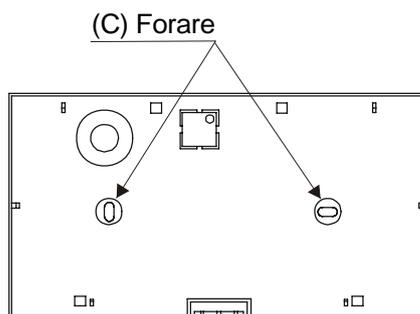

Fig. 3 - Apertura Tastiera e fissaggio a parete
- Facendo riferimento alla fig. 3, come di seguito indicato, separare il pannello di fondo della tastiera per il fissaggio dello stesso a parete.